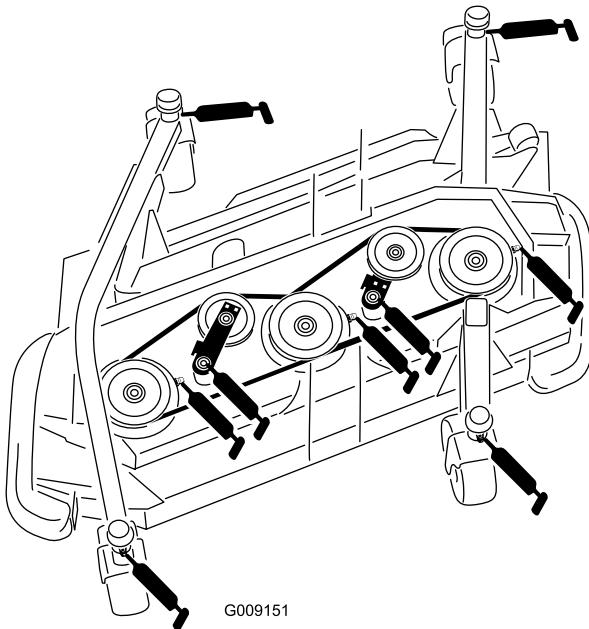

Figura 52
- Casquillo (4) del eje de la horquilla de las ruedas giratorias (Figura 52)
- Cojinetes del eje de la cuchilla (3 en cada) (situados en el alojamiento del eje) (Figura 52)
- Casquillos de los pivotes de los brazos tensores (2) (situados en el eje pivotante de cada brazo tensor) (Figura 52)